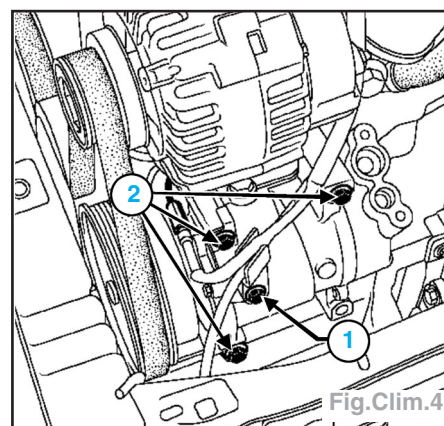

Fig.Clim.4
- la vis de la patte de maintien (1) (Fig.Clim.4),
- les 3 vis de fixation (2) du compresseur de climatisation et dégager ce dernier.